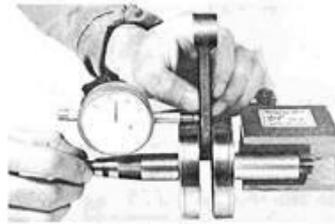

Fig. 2-17-6
- 3) Krumtappens totale længde og afvigelse. (Fig. 2-17-6)